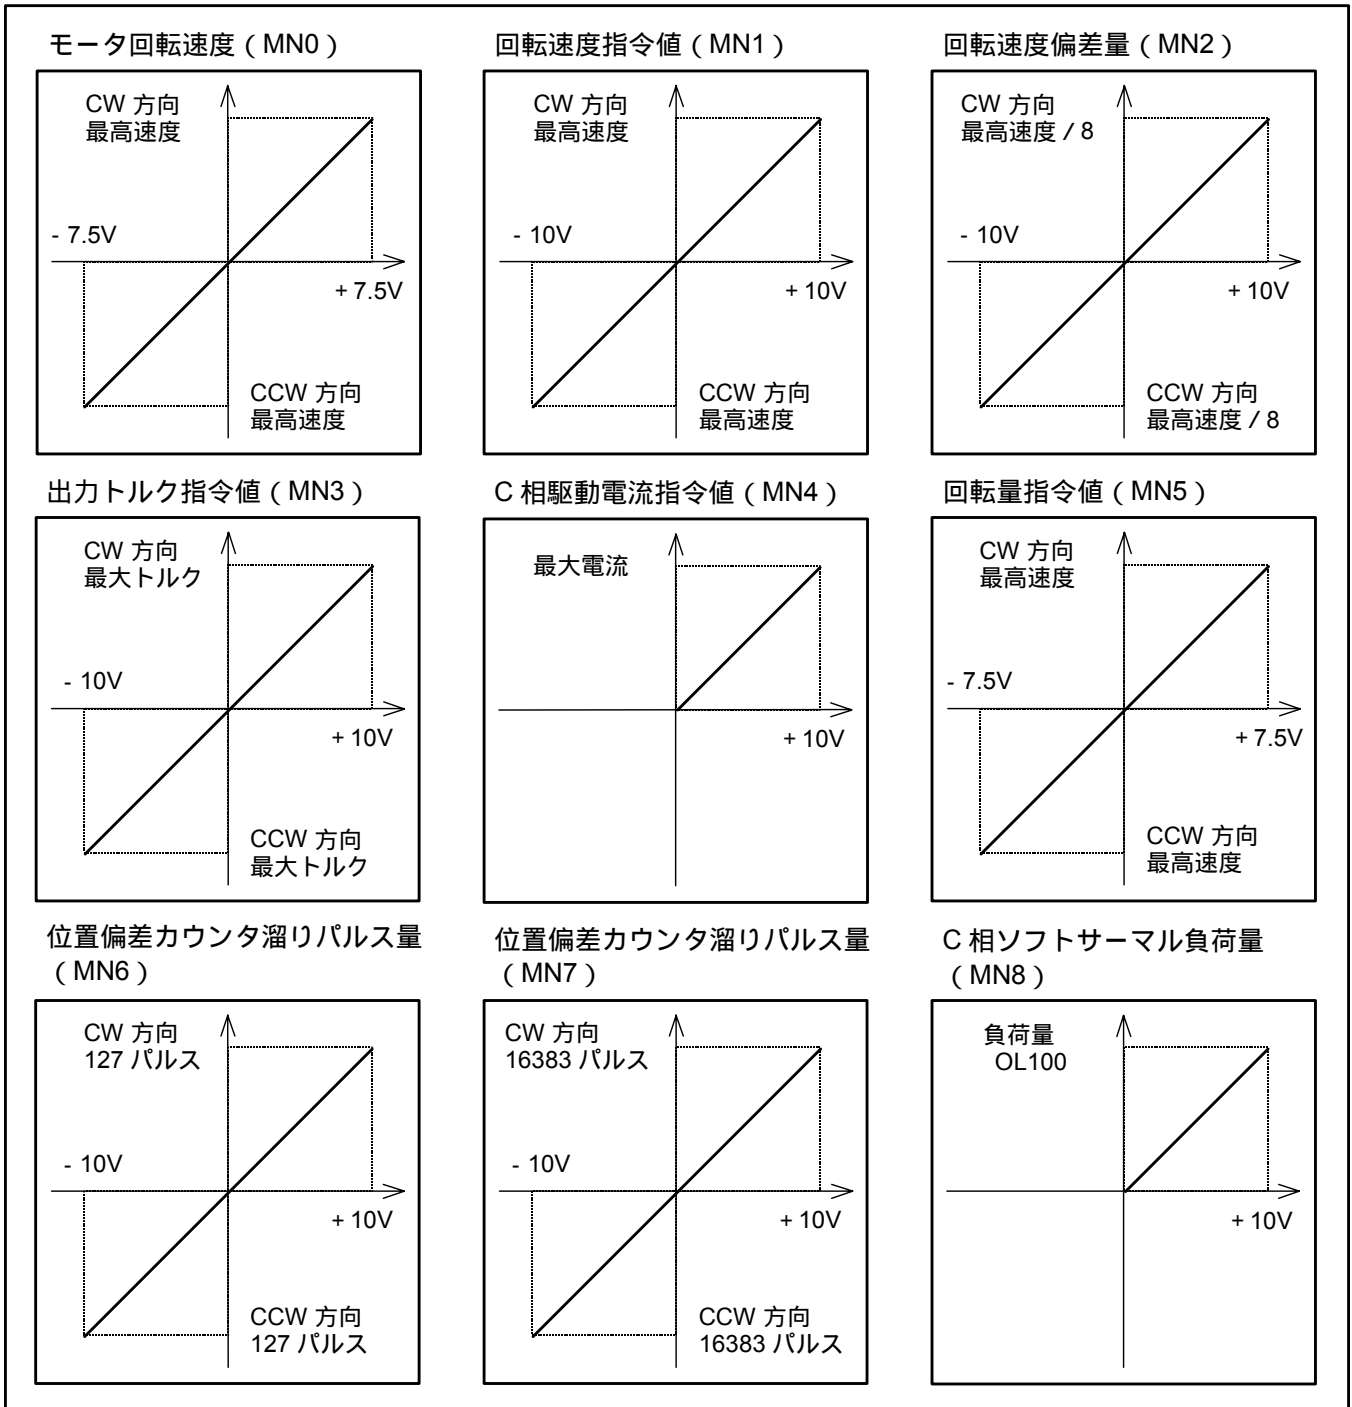

図7-36: アナログ制御モニタ出力
- アナログ制御モニタの出力仕様は図 7-36 のとおりです．